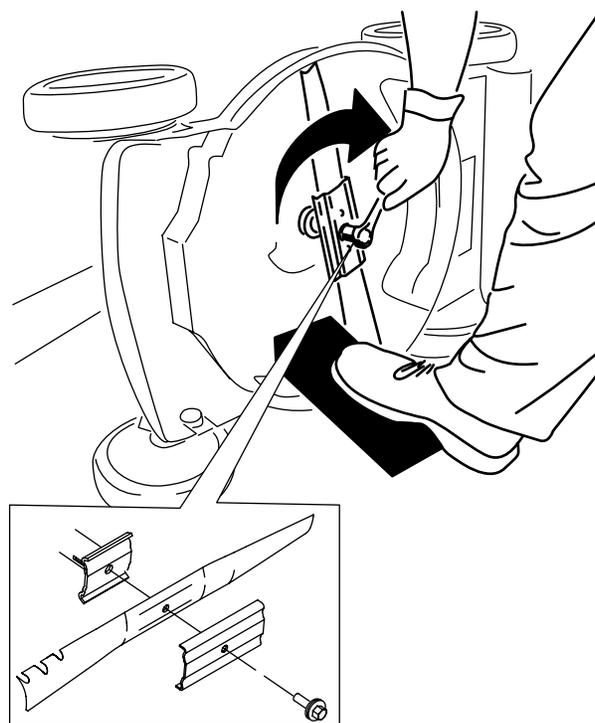

Figura 34
4. Retire la cuchilla, conservando todos los herrajes de montaje (Figura 34).
5. Instale la cuchilla nueva y todos los herrajes de montaje (Figura 34).